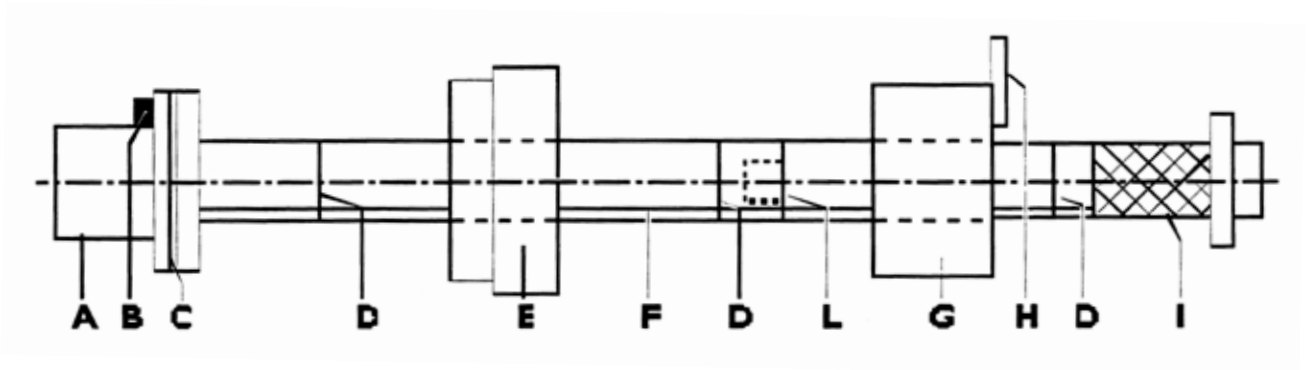

Figura 131
a. Posicione o casquilho a ser montado na ferramenta (A), fazendo coincidir o ressalto (B, figura 131) da mesma com o alojamento do casquilho.
b. Posicione o casquilho guia (E) e fixe o casquilho guia (G, figura 131) no alojamento do 7º casquilho através da placa (H).
c. Durante a fase de cravamento do casquilho faça coincidir a ranhura (F) com a ranhura (M), pois desta forma, após a conclusão do cravamento, o furo presente no casquilho para efetuar a lubrificação coincidirá com o canal de passagem de óleo do alojamento.